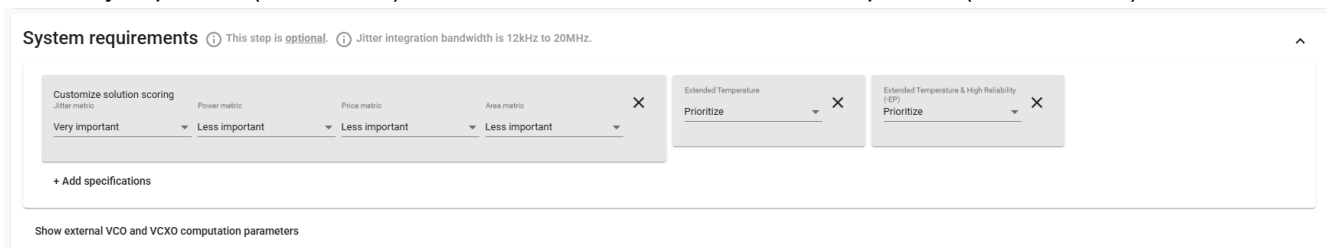

図 9-1. システム要件セクション
2. 「System requirements」(システム要件) でアプリケーション要件を設定します。この例では、コンバータの信号対雑音比を最大化することを目的としています。したがって、図 9-1 に示すように、「Jitter metric」(ジッタ メトリック) を「Very Important」(非常に重要) にし、他のすべてのパラメータを「Less important」(重要度が低い) に設定します。
- a. 「+Add specifications」(+仕様を追加) ボタンをクリックして、システム要件を絞り込みます。この例では、図 9-1 に示すように、「Extended Temperature & High Reliability (–EP)」(拡張温度と高信頼性 (–EP)) と「Extended Temperature」(拡張温度) を選択し、両方を「Prioritize」(優先) に設定します。「Require」(必須)、「Deprioritize」(優先順位を下げる)、「Exclude」(除外) を選択します。「Require」(必須) と「Exclude」(除外) は、クロック データベースの特定の部品を考慮しないのに対し、「Prioritize」(優先) と「Deprioritize」(優先度を下げる) は、データベース内のすべての部品を考慮し、特定の部品に重み付けを行います。その他のシステムの仕様には、図 9-2 に示す通り、プログラミング方法、規格準拠、およびシステム全体の消費電力、面積、ジッタ、価格の予算が含まれます。